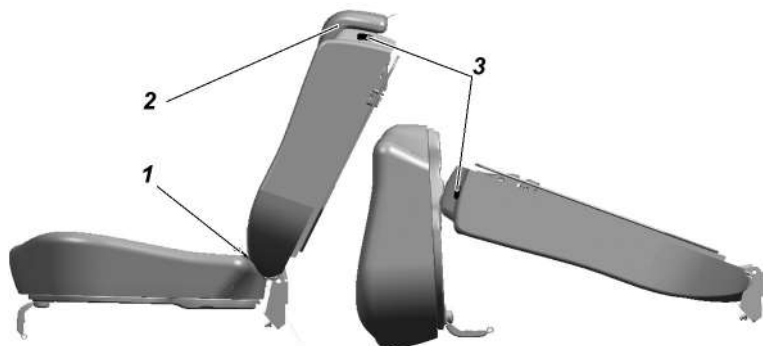

Рис. 3.38. Заднее трехместное сиденье:
**Заднее трехместное сиденье** (рис. 3.38) состоит из одноместной и двухместной подушки и одноместной и двухместной спинки.
- потяните за петлю 1 (рис. 3.38) и установите подушку в вертикальное положение;
- потяните за рычаг 3 по направлению движения автомобиля, освободив спинку, уложите ее, как показано на схеме, рис. 3.38;
- потяните за рычаг 3 (рис. 3.38) по направлению движения автомобиля освободив спинку;